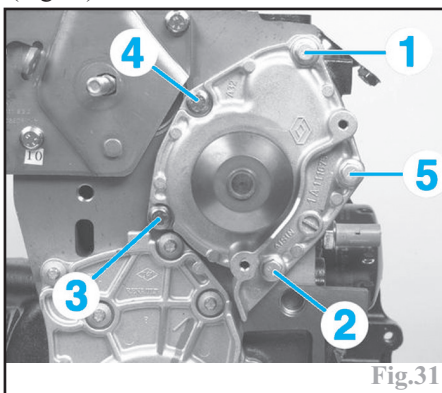

Fig.31
-mettre en place la pompe à eau munie d'un joint neuf dans le bloc-cylindres et serrer ses vis de fixation au couple et dans l'ordre prescrits, après avoir appliqué sur le filetage des vis (1), (3) et (4) une goutte de produit frein filet moyen et étanche (par exemple **Loctite Frenétanch**) (Fig.31).